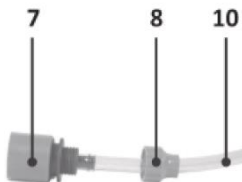
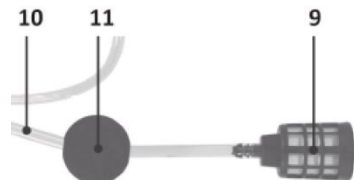

Fig. 3A
Fig. 3B
1. Rimuovere l'anello del connettore del tubo flessibile (8) dal connettore del tubo flessibile (7).
2. Posizionare l'anello (8) su una delle estremità del tubo (10).
3. Inserire la stessa estremità del tubo nel connettore del tubo, vedere Fig. 3A.
5. Far passare l'altra estremità del tubo attraverso il foro nella sfera galleggiante (11).
6. Spingere la stessa estremità del tubo sul filtro di aspirazione (9), vedere Fig. 3B.